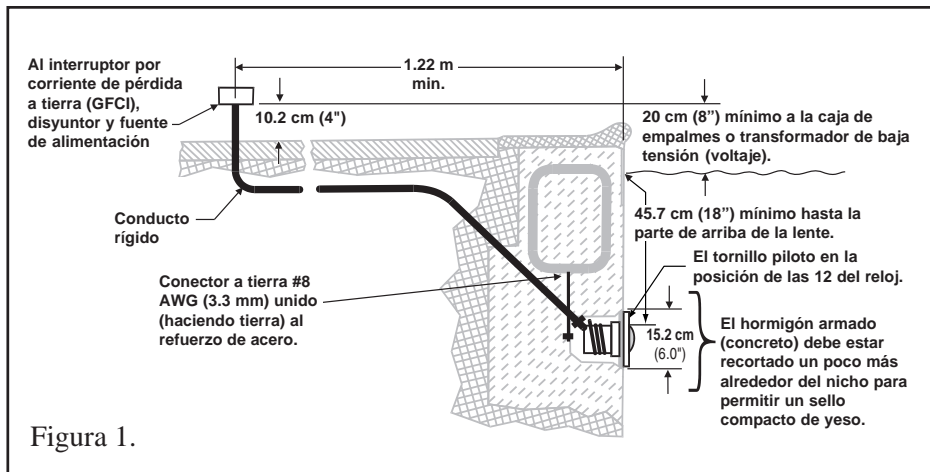

Figura 1.
A. Antes de instalar el accesorio portalámparas, el electricista debe haber completado los siguientes pasos de preparación, ver la figura 1.
- b. La caja de conexiones (o, para los modelos de 12 voltios, el transformador de bajo voltaje) debe estar colocada al menos a 20 centímetros (8 pulgadas) sobre el nivel del agua y debe estar colocada al menos a 10 centímetros (4 pulgadas) sobre el nivel de tierra al menos un metro veintidós centímetros (48 pulgadas) del borde de la piscina, vea la figura 1.
- d. El nicho en húmedo debe estar correctamente instalado de manera que el tornillo piloto se encuentre en la posición de las 12 del reloj y que el borde superior del lente de la lámpara subacuática se encuentre a un mínimo de 45.7 cm (18 pulgadas) por debajo de la superficie del agua de la piscina; vea la figura 1.
- e. El nicho mojado está unido eléctricamente en la forma correcta y conectado a tierra a través del conector a tierra Núm. 8 AWG (3.3 mm) ubicado en la parte trasera del nicho, vea la figura 1.
1. Pasar el cordón a través del tubo para paso de cables eléctricos a la caja de conexiones, dejar un mínimo de 1.22 metros (4 pies) de cable en el portalámparas para enrollar alrededor de la luz; ver figura 1. Este metro y veintidós centímetros (4 pies) de cable alrededor de la luz permitirán darle servicio cuando la piscina ya esté llena de agua.
- b. La caja de conexiones (o, para los modelos de 12 voltios, el transformador de bajo voltaje ) debe estar colocada al menos a 20 centímetros (8 pulgadas) sobre el nivel del agua y debe estar colocada al menos a 10 centímetros (4 pulgadas) sobre el nivel de tierra al menos un metro veintidós centímetros (48 pulgadas) del borde de la piscina, ver figura 1.
- e. El nicho está unido eléctricamente en la forma correcta y conectado a tierra a través del conector a tierra Núm. 8 AWG ubicado en la parte trasera del nicho, ver figura 1.